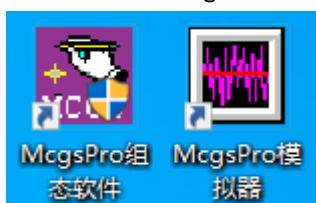

图 2.2-4 McgsPro 快捷方式
- ⑦ 完成安装步骤⑥，再次点击【下一步】，McgsPro 软件启动安装。安装完成后，自动在桌面生成图 2.2-4 所示的快捷方式：“McgsPro 组态软件”、“McgsPro 模拟器”。